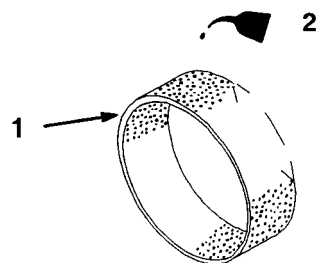

Bild 18
- C. Den Einsatz mit 30–50g frischem Motoröl durchtränken (Bild 18). Den Einsatz zur Verteilung des Öls zusammendrücken.
3. Den Bereich um den Ölmeßstab reinigen (Bild 18), so daß keine Schmutzrückstände in das Ölfüllrohr fallen, die zu Motorschäden führen könnten.